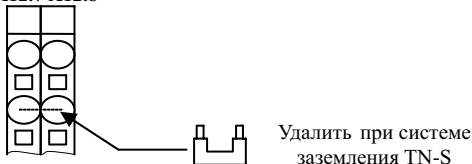

Рисунок 1 - Выбор системы заземления
3.2.3 ШУЗ обеспечивает работу с трехфазным электродвигателем с короткозамкнутым ротором в трёхфазных сетях (системы TN-C или TN-S (см. рисунок 1).